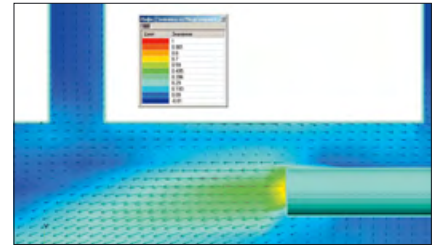
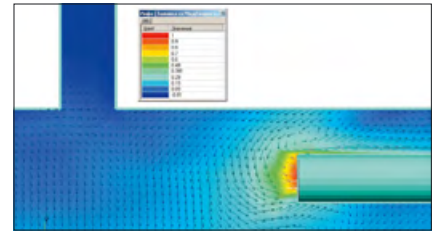

Рис. 5. Поля вектора и модуля скорости жидкости в районе окончания зонда при схеме А
Рис. 6. Поля вектора и модуля скорости жидкости в районе окончания зонда при схеме Б
Были также проведены расчеты движения жидкости внутри радиатора с помощью программного комплекса FlowVision, основанного на конечно-объемном методе моделирования уравнений гидродинамики. Расчет проведен в рамках несжимаемой весомой жидкости при использовании $k-\epsilon$ модели турбулентности. Трехмерная расчетная область течения создана в формате VRML. На рис. 5 и 6 показаны рассчитанные поля вектора и модуля скорости жидкости в нижнем коллекторе в районе окончания зонда при расходе жидкости 240 кг/ч. Течение жидкости по схеме Б имеет интенсивную зону перемешивания встречных потоков в области окончания зонда, и винтовое движение вдоль оси коллектора. Теплообмен со стенками радиатора больше, чем по схеме А. При подключении радиатора по схеме А течение теплоносителя в нижнем коллекторе явно разграничивается на области подающего и обратного потока.
Объединяет клапаны возможность использования в них одинаковых регулирующих узлов, разработанных и запатентованных компанией Flow Con, — настраиваемых регулирующих вставок. Представляемые клапаны могут поставляться с регулируемыми вставками двух типов: E-Just (рис. 5) и CAD (рис. 6).
■ Рис. 5
■ Рис. 6